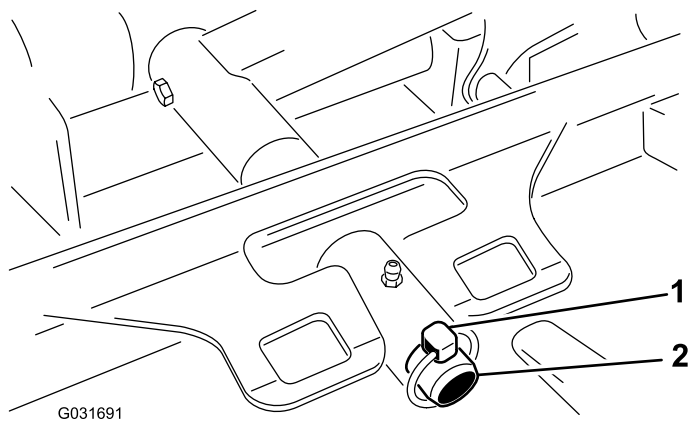

図 96
3. デッキのキャリアフレームを昇降アームのピボットピンに固定しているリンチピンを外す図 96。
3. デッキのキャリアフレームを昇降アームのピボットピンに入れ、リンチピンで固定する 図 96。